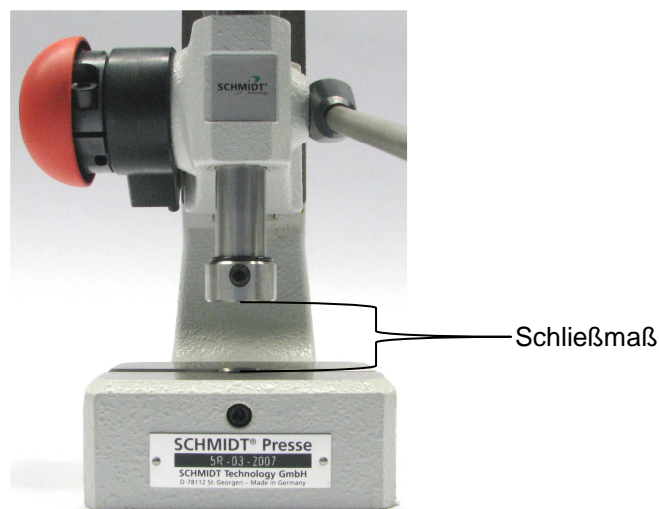

Abbildung 2
2. Nun muss das Schließmaß der Presse voreingestellt werden. Bei Erreichen der Einpresstiefe muss die Presse auf einen Anschlag fahren, da sonst die inneren Stege der Messerleiste beschädigt werden könnten (siehe Abbildung 2).